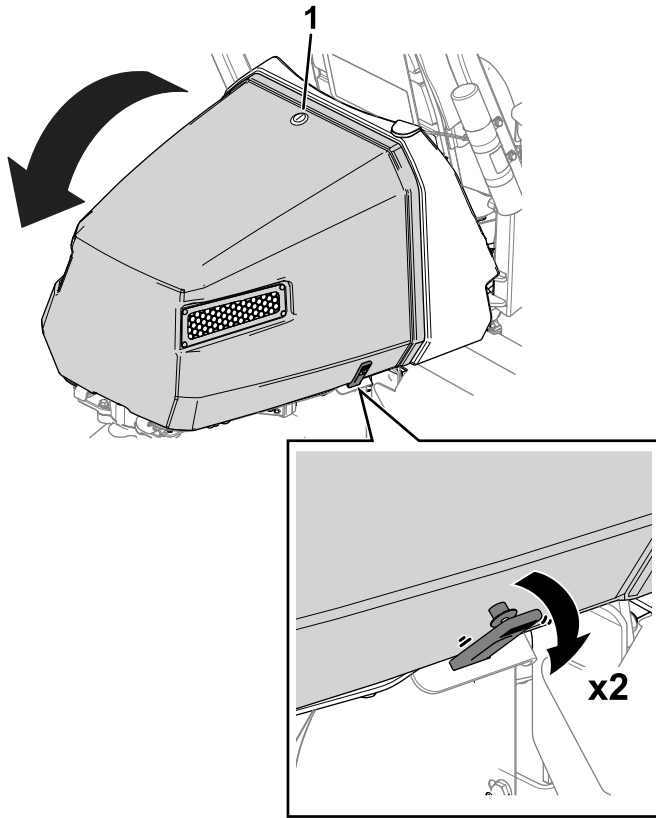

Bild 45
1. Lösen Sie den Motorhaubenriegel (Bild 45).
2. Lösen Sie die Gurte von beiden Seiten der Motorhaube (Bild 45).